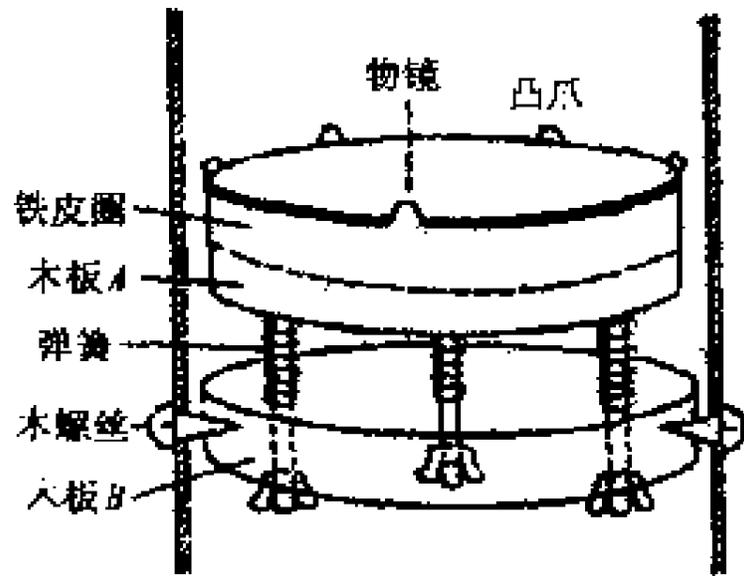

图 97 物镜的安装
①物镜的安装，可参考图 97，铁皮圈固定在木板 A 上，物镜由铁皮圈的凸爪固定好。木板 A 下面的 3 个螺丝是用